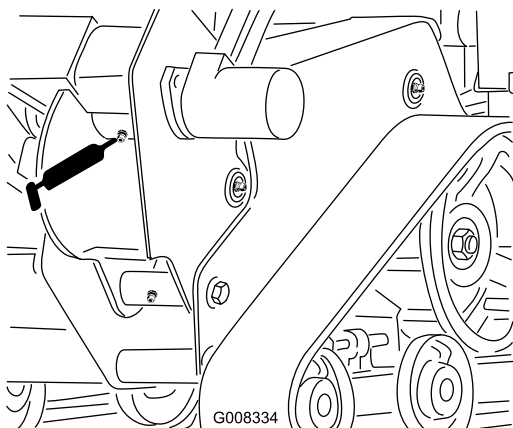

Figura 31
2. Pulite il raccordo di ingrassaggio della scocca dello scavafossi con un panno e montatevi un ingrassatore a pressione (Figura 31).